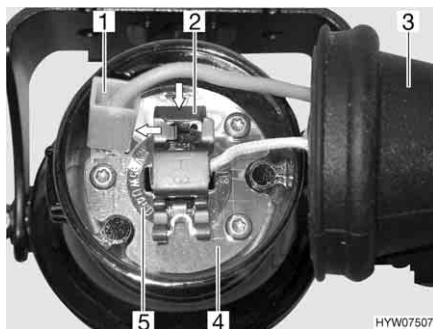

Fig. 200 Luce fendinebbia
- Afferrare dietro la luce fendinebbia e togliere il copripolvere di gomma (Fig. 200,3) dall'involucro (Fig. 200,4).
- Togliere il cavo negativo (Fig. 200,1) dall'involucro.
- Premere la graffa di supporto (Fig. 200,2) per sganciarla e spingerla di lato.
- Estrarre dall'involucro la lampada ad incandescenza (Fig. 200,5) con il cavo.